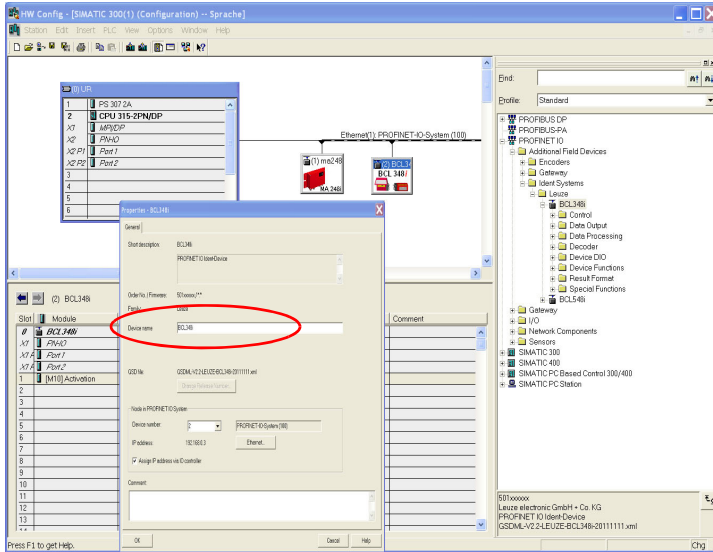

Figure 10.3 : Attribution des noms d'appareil à des adresses IP
- Affectation des noms d'appareil aux appareils IO configurés (figure 10.3...)